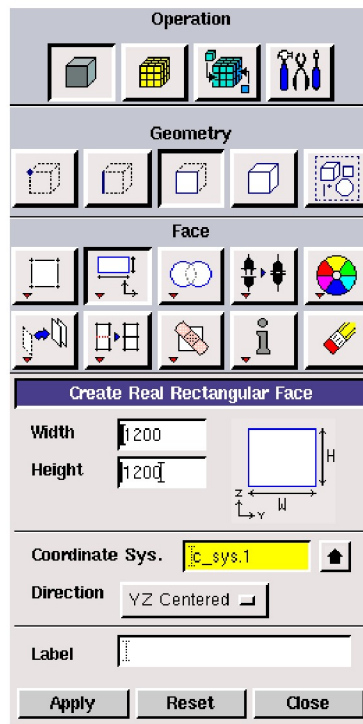

Рисунок 88 – Создание вспомогательных поверхностей
3. Создание вспомогательных поверхностей (рисунок 88).